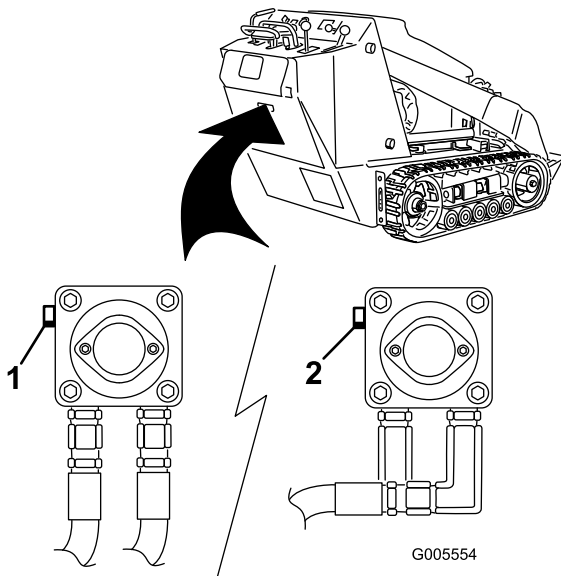

Figura 13
3. Usando una llave inglesa, gire las válvulas de remolcado de las bombas hidráulicas dos vueltas en el sentido contrario a las agujas del reloj (Figura 13).